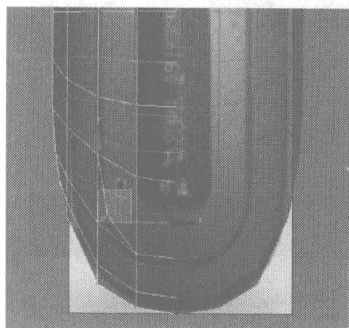

图 3.30
- 02 结合 Left 与 Front 视图调整刚添加的曲线节点，如图 3.30 所示，调整出 MP3 上侧面的按钮部分。